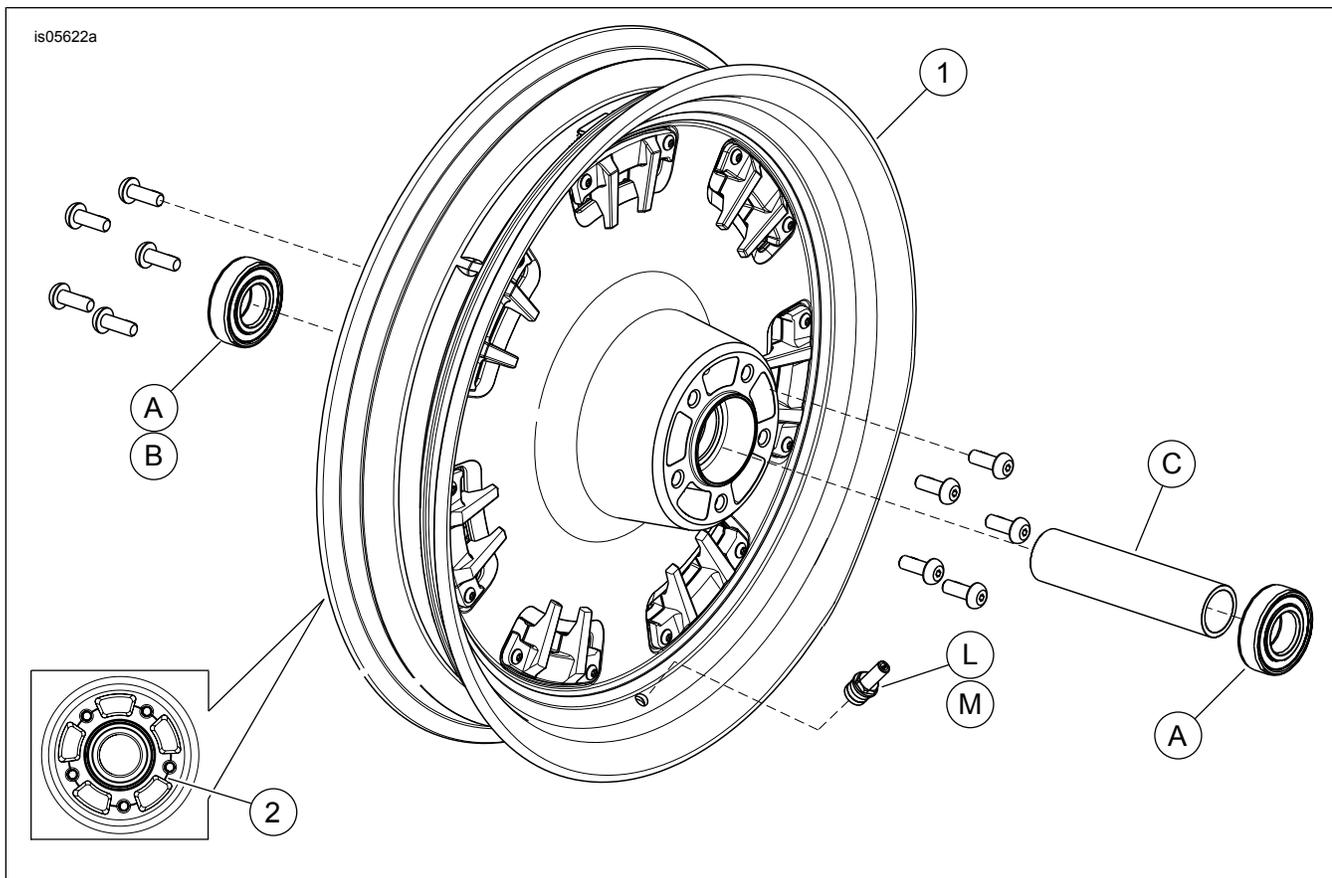

Figure 1. Pièces détachées : Kit de roue avant Fang
2. Voir Figure 1. Installer l'ensemble de tige de soupape (L) sur la roue. Voir le manuel d'entretien.